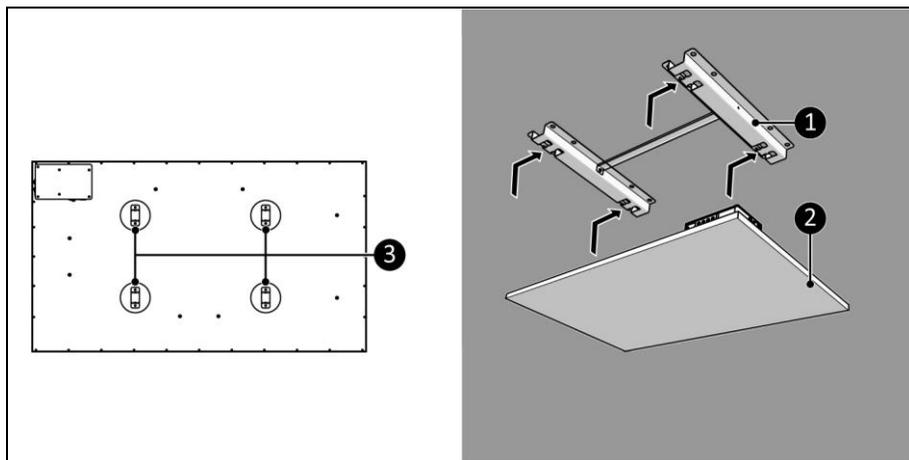

Figure 14
8. Placez les supports de l'appareil (figure 14, pos. 3) sur le support au plafond figure 14, pos. 1).
9. Glissez l'appareil (figure 14, pos. 2) dans les ouvertures du support au plafond (figure 14, pos. 1).